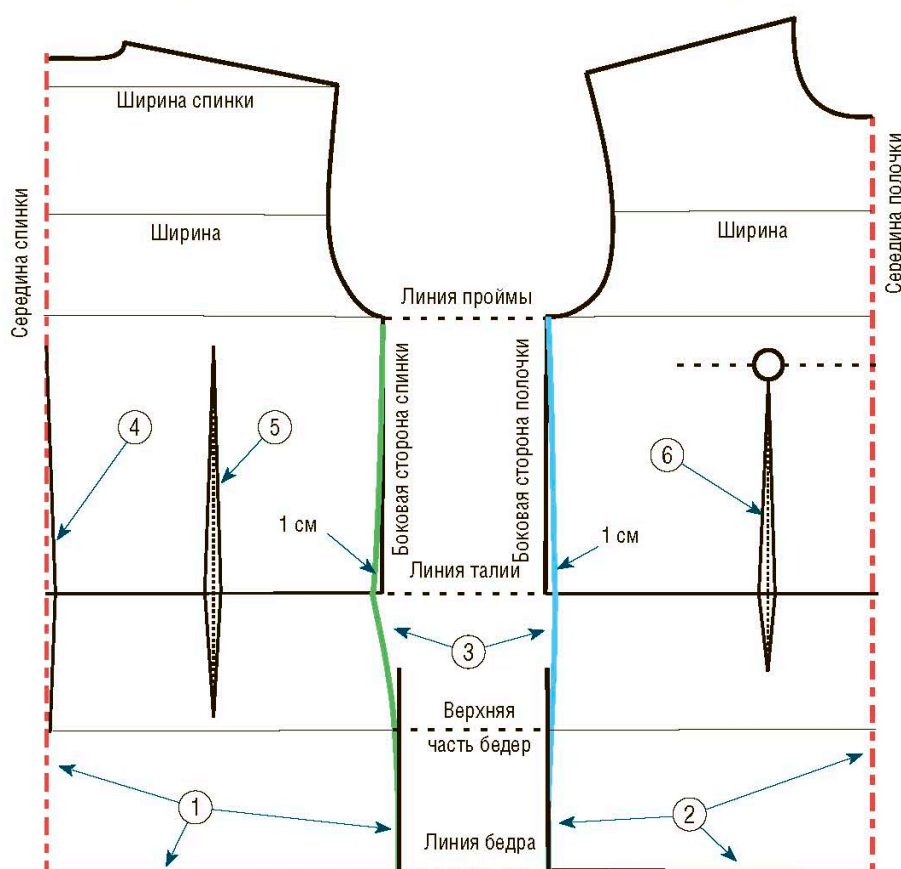

Рис. 4
① Продлите линию середины спины (обозначенную красным пунктиром) до линии высоты бедер. Затем начертите горизонталь и обозначьте на ней половину значения обхвата бедер со спины. Если мы возьмем в качестве примера обхват бедер, указанный в таблице на с. 19, то данная мерка будет равна $60 : 2 = 30$ см. На конце этой мерки начертите вертикальную линию, как показано на рис. 4, она соответствует боковой линии спинки.
② Продлите линию бедер до линии середины полочки (она отмечена красным пунктиром) и от этой линии отложите половину мерки обхвата бедер спереди. Если взять в качестве примера обхват бедер, указанный в таблице на с. 19, то эта мерка составляет